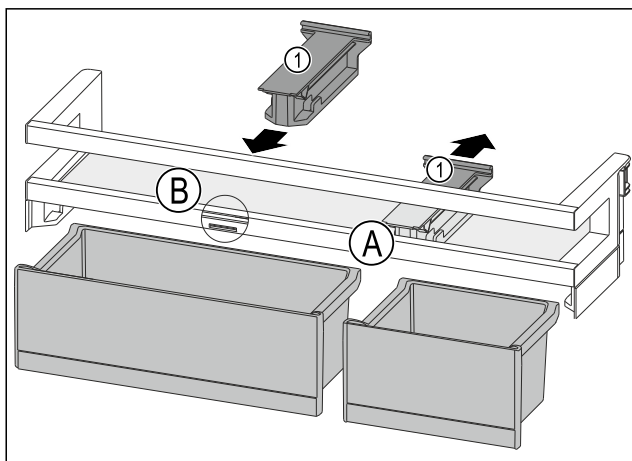

Fig. 107
- ▶ Držák Fig. 107 (1) v poloze Fig. 107 (A) stáhněte dozadu.
- ▶ Držák Fig. 107 (1) vložte v poloze Fig. 107 (B).